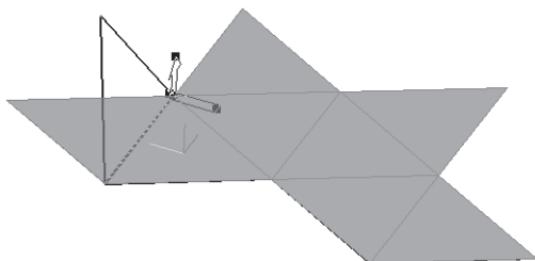

Рис. 391
- – **Сгиб по линии** инструментальная панель – **Элементы листового тела**. Щелчком ЛКМ укажите **Базовую** грань сгиба и **Линию** сгиба (рис. 391);